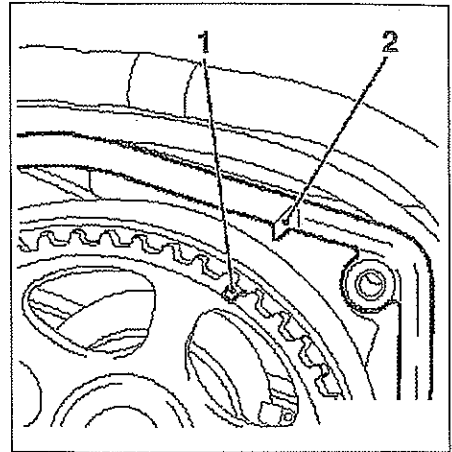

FIG. 11
- Girar el cigüeñal para hacer coincidir las marcas (1) y (2) de calado del eje de levas (cilindro n° 1 en PMS) (fig. 11).